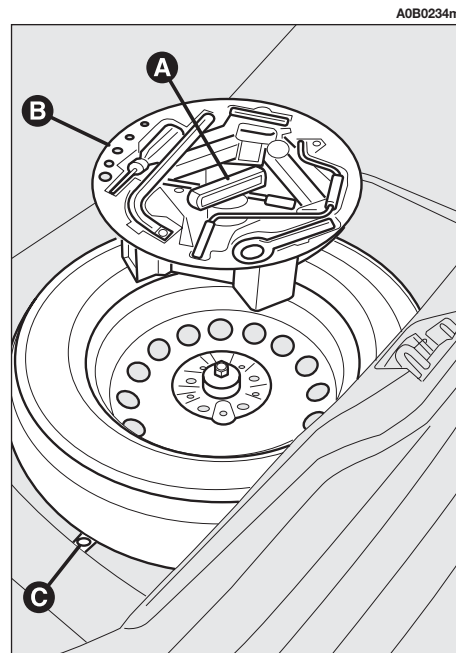

fig. 2
- Dévisser le dispositif de blocage (poignée) (**A-fig. 2**).
– remettre la boîte à outils sur la roue de secours et fixer le tout avec le dispositif de blocage (**A-fig. 2**).